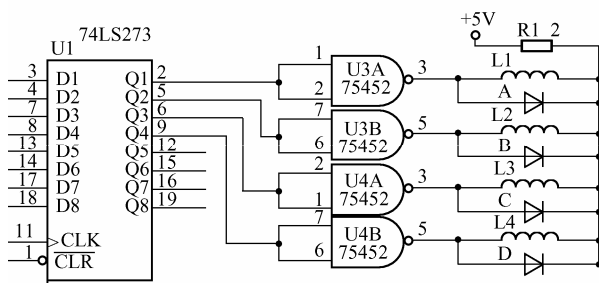

图 6.44 步进电机驱动电路
(2) 步进电机控制，步进电机在控制领域有着广泛的应用，对运动长度要求精确控制的场合极为有用，常见的步进电机有三相电机和四相电机，其驱动方式是按一定顺序和间隔给其绕组轮流通电，对四相电机来说其驱动方式有多种，4 个绕组 ABCD 通电顺序表示为：当每次一个绕组通电时 0001-0010-0100-1000 或每次两个绕组通电时 1100-0110-0011-1001，还可 0001-0011-0010-0110-0100-1100-1000-1001-0001 这种驱动为四相八拍，每次通电可控制其步数（转动的角度）、也可控制其通电的频率（转动速度）。本练习要完成这两个任务，在转速慢的实验时可数出步数和改变运动速度。电路中用 74LS273 扩展一个 8 位输出口，地址为 PORT1。用 74LS244 扩展一个 8 位输入口，地址是 PORT2，地址的片选信号（CS）由单片机地址线译码得到，驱动电路如图 6.44 所示，图 6.44 中 L1/L2/L3/L4 是步进电机 4 个绕组 ABCD，用两片 75452 做功率驱动。4 个二极管是 75452 的保护二极管。电机采用共阳驱动，程序开始时注意初始化各参数。